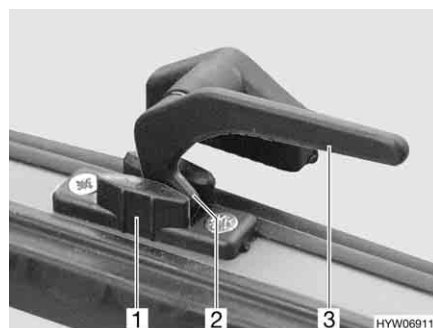

Fig. 12 Levier de verrouillage en position "Aération permanente"
- En position "Aération permanente" (Fig. 12)
- Tourner le levier de verrouillage (Fig. 12,3) d'un quart de tour vers le centre de la fenêtre.
- Tourner le levier de verrouillage d'un quart de tour vers le cadre de la fenêtre. Le tenon de verrouillage (Fig. 12,2) doit pénétrer alors dans le logement prévu à cet effet dans le verrouillage de fenêtre (Fig. 12,1).